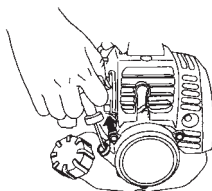

Fig. 14
3. Tirez vivement sur la corde du lanceur en accompagnant son retour, sans relâcher brusquement la poignée. (Fig. 14)